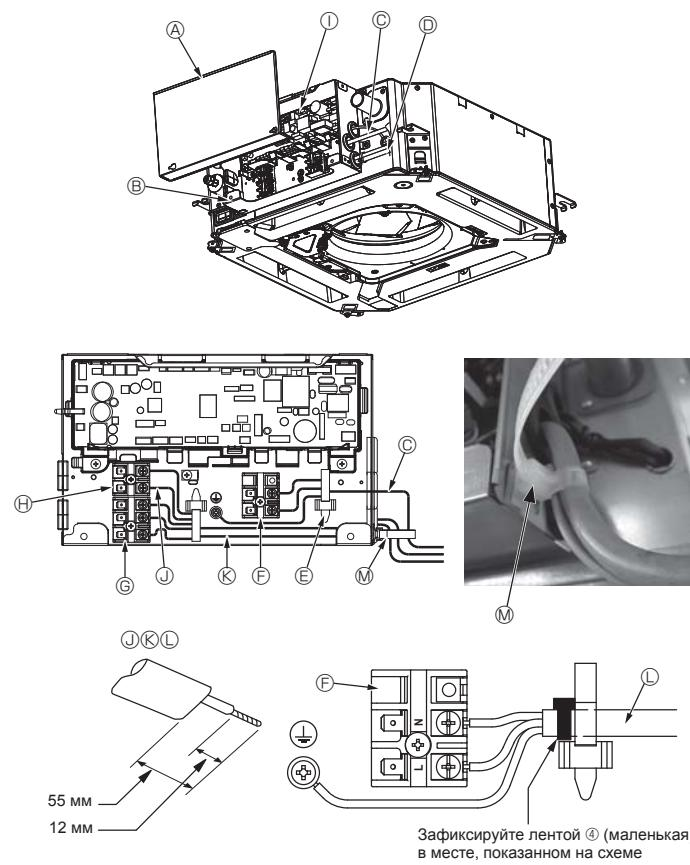

Fig. 4-1
4.1. Внутренний блок (Fig. 4-1, Fig. 4-2, Fig. 4-3)